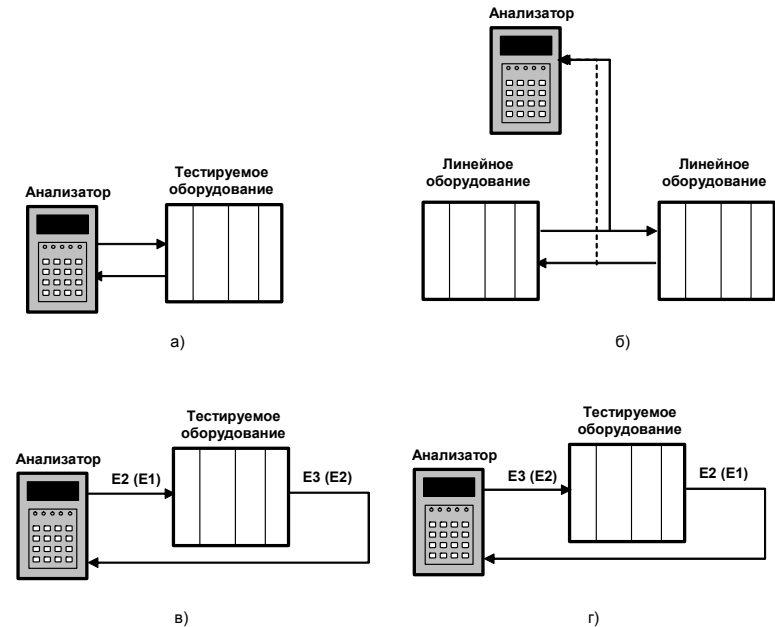

Рисунок 4
- 1) Режим подключения анализатора с отключением канала E1 (рисунок 4а);
- 2) Режим высокоомного подключения анализатора без отключения цифрового обмена в канале E1 (рисунок 4б). В этом случае
3) Тестирование оборудования мультиплексирования по G.751 (G.742) (рисунок 4в, 4г).